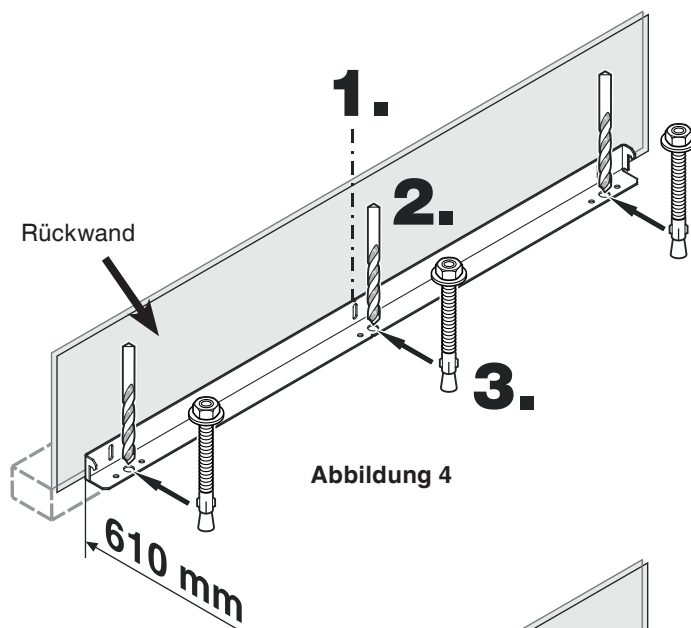

Abbildung 4
Montage der Kippsicherung bei Betonböden - Abbildung 4 - 5
2. Mit einem Hartmetallbohrer 10 mm Löcher an den in **Abbildung 4** gezeigten Stellen bohren. Die Bohrlöcher müssen tiefer sein als die Gesamtlänge der Anker. Bohrlöcher anschließend reinigen.